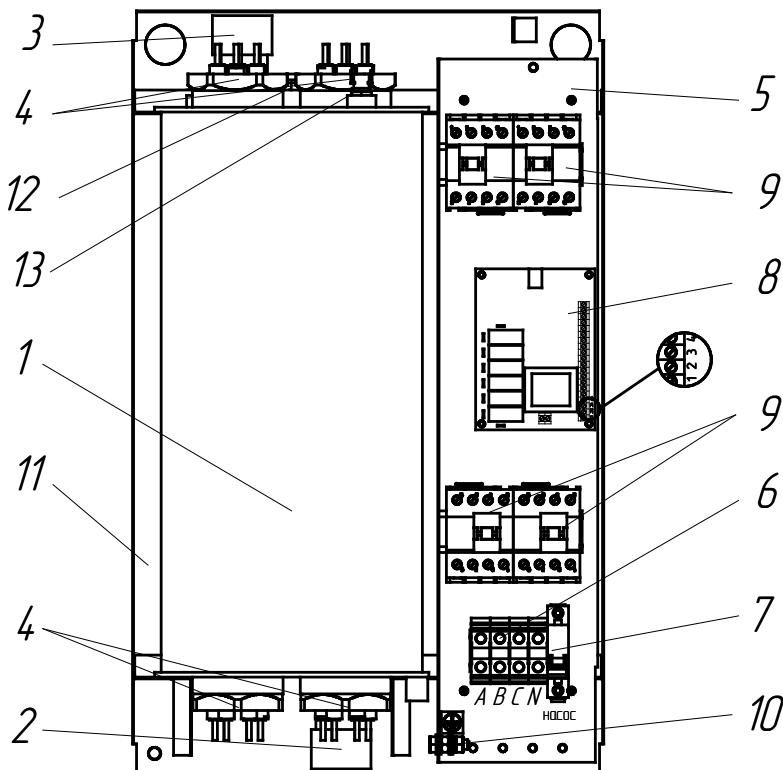

**Рисунок 1.
4.2 Внешний вид прибора представлен на рис. 1.
- запрещается работа прибора при снятом кожухе (1) рис.1.